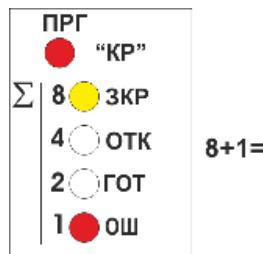

Рисунок 7 - Пример индикации значения уставки =9
1.9.3 В режиме изменения уставки светодиоды **ЗКР(8)**, **ОТК(4)**, **ГОТ(2)**, **ОШ(1)** отображают в двоично-десятичном формате значение уставки от 0 до 15, которое вычисляется как сумма разрядов (8, 4, 2, 1) горящих светодиодов. Пример на рис.7.